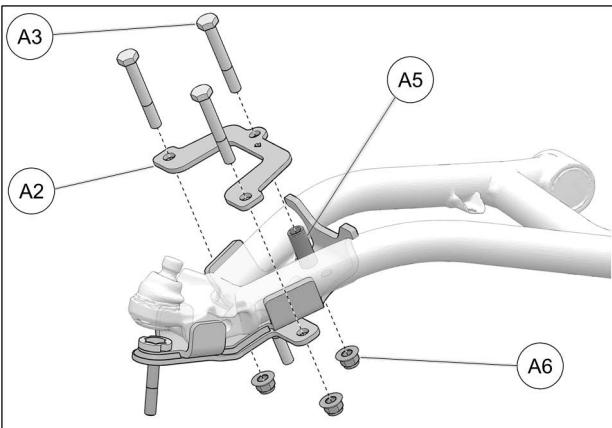

Fig. 18
8. Déposer la plaque d'ancrage (A2) sur le bras de suspension. Insérer les boulons M10x75mm (A3) dans les trous de la plaque (A2) et la douille (A5). Fixer l'assemblage avec les nouveaux écrous M10 fournis (A6). Serrer à 50 Nm [37 lb•pi]. Voir Fig. 18